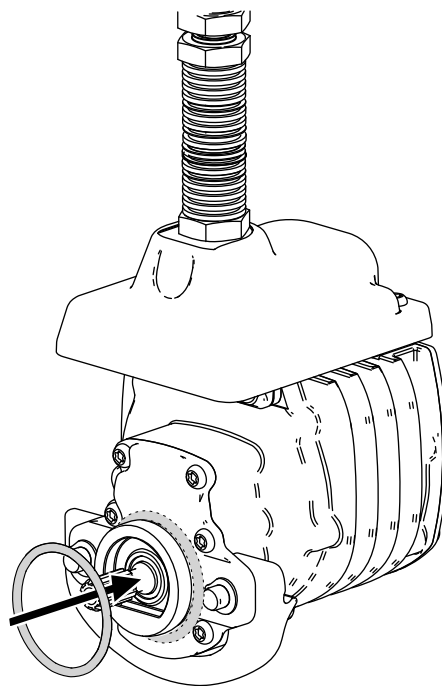

図 9
3. 各リールモータに、**図 9**のようにOリングを取り付ける。